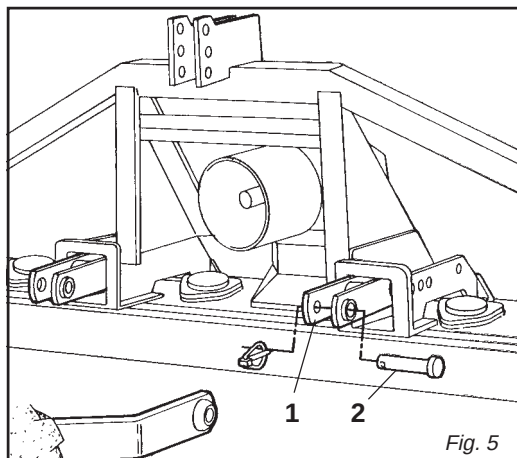

Fig. 5
- 1- Accostare le barre del sollevatore ponendole all'interno delle piastre (1 Fig. 5), inserire il perno (2 Fig. 5) nel foro predisposto e bloccare con le copiglie a scatto.
- 1- Near the lift bars, setting them in the most suitable plates (1 Fig. 5). Insert the pin (2 Fig. 5) into the relative hole and lock in place with the snap-in split pins.
- 1- Die Lenker des Krafthebers annähern und in die am besten geeigneten Platten schieben (1 Abb. 5). Den Bolzen (2 Abb. 5) in das Loch stecken und mit dem einrastenden Splint blockieren.
- 1- Approchez les barres du relevage en les plaçant à l'intérieur des plaques les plus appropriées (1 Fig. 5), introduisez l'axe (2 Fig. 5) dans le trou correspondant et bloquez par les goupilles à encastrement.
- 1- Acercar las barras del elevador poniéndolas dentro de las placas más indicadas (1 Fig. 5), introducir el perno (2 Fig. 5) en el orificio y bloquear con los pasadores de resorte.